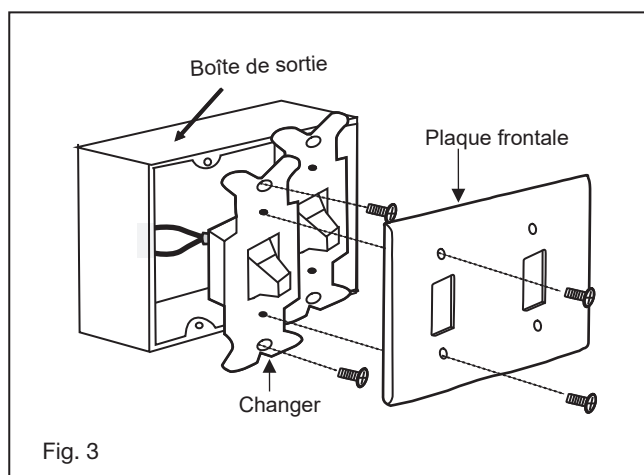

Fig. 3
- 1 Retirez la plaque murale existante et l'ancien interrupteur de la boîte de prise murale. (Fig. 3)
Un flux d'air VERS LE BAS crée un effet de refroidissement comme le montre la figure 3. Cela vous permet de régler votre climatiseur sur un réglage plus chaud sans affecter votre confort.